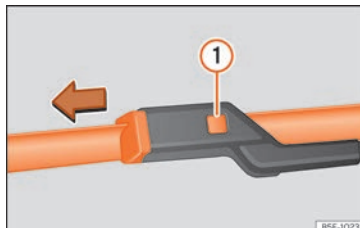

Abb. 81 Scheibenwischerblatt Frontscheibenwischer auswechseln.
- Drücken Sie die Entriegelungstaste **①** **» Abb. 81.**